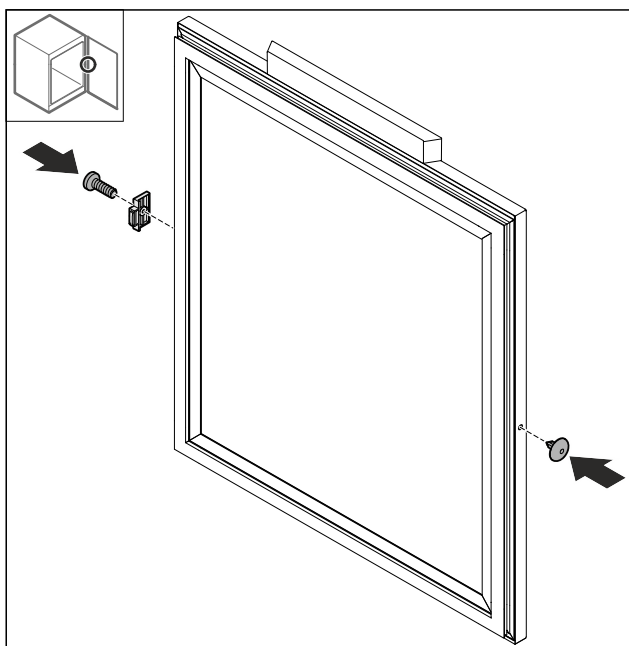

Fig. 70
- Dveřní zarážka otočená Fig. 70 (1) 180° namontujte na protilehlé straně.
- Nasad'te kryt Fig. 70 (2) na protilehlé straně.